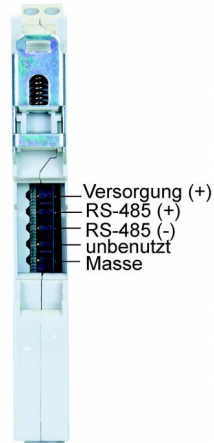
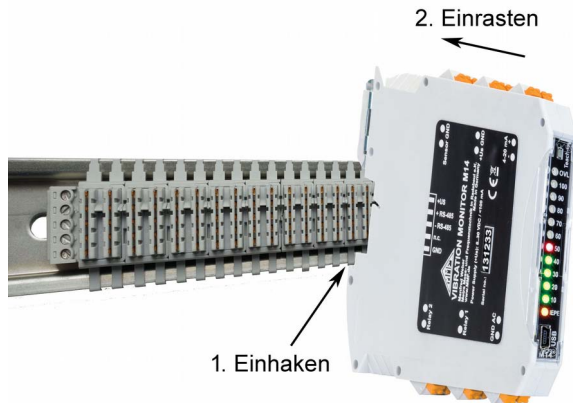

Bild 2: Rückansicht
Bild 9: DIN-Schienenmontage mit Busverbinder
**DIN-Schiene** Mit der unteren Kerbe an der Rückwand wird das Modul auf die DIN-Schiene geschoben und, wie in Bild 9 gezeigt, eingerastet. Das Bild zeigt eine DIN-Schiene mit Busverbindern für RS-485 und Versorgungsspannung. Die Busverbinder M14-BUS3 (Bild 11) werden seitlich ineinander gesteckt und auf die DIN-Schiene aufgeschnappt. Beim Einrasten werden damit die Versorgungsspannungsanschlüsse und die RS-485-Schnittstellen aller Module untereinander verbunden, was die Verdrahtung wesentlich vereinfacht. Die Anschlussbelegung der Busverbinder zeigt Bild 2 auf Seite 1.